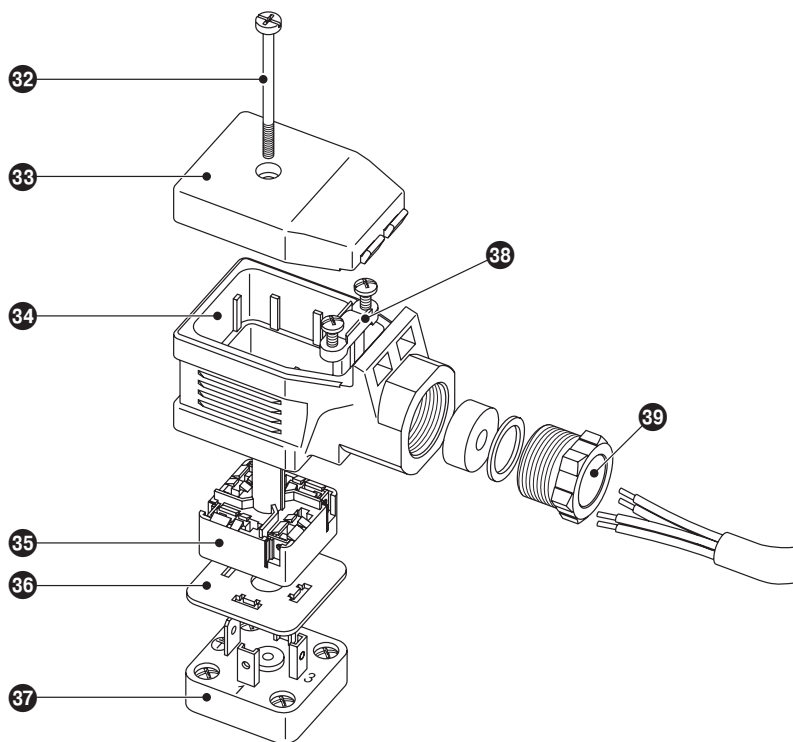

Fig. 23
1. Desserrer la vis ②. **Fig. 23**
2. Retirer la partie supérieure du connecteur ③ de l'électrode de niveau, laisser reposer la rondelle d'étanchéité ④ sur la plaque de contact ⑤.
3. Retirer le couvercle ⑥.
4. Sortir la plaque de raccordement ⑦ de la partie supérieure du connecteur ③ en appuyant.
1. Desserrer la vis **32**. **Fig. 23**